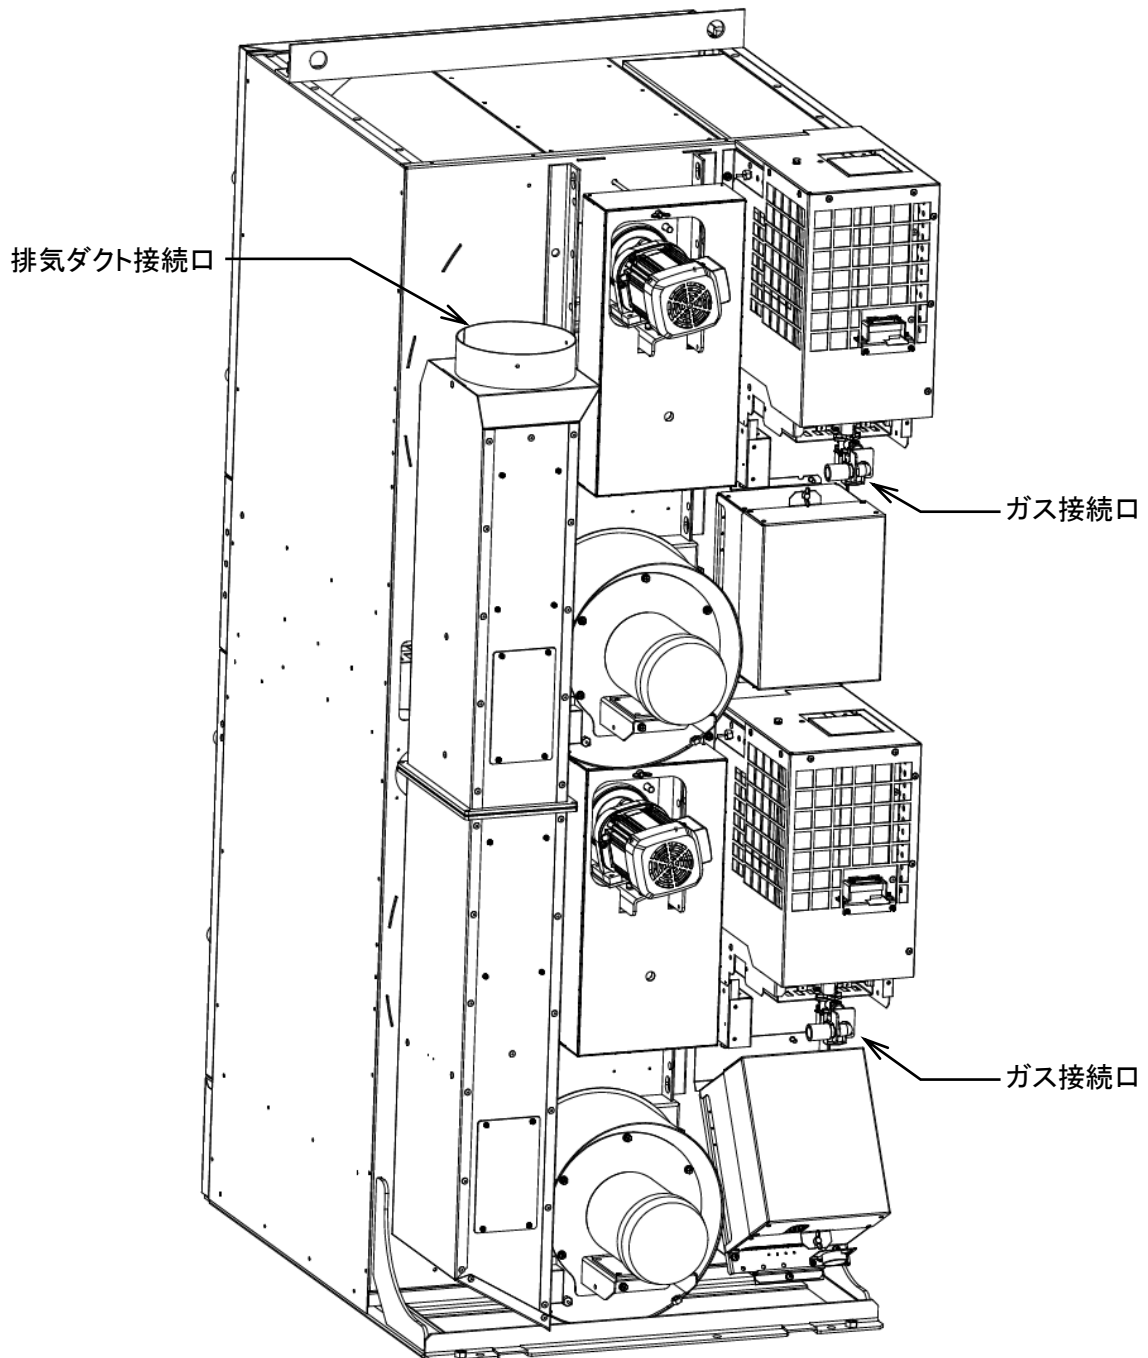

図 5-1
- ・ ガス配管接続口に配管を接続します。(図 5-1)
- ・ 排気ダクト接続口にダクトを接続します。接続口の外形は $\phi 198\text{mm}$ です。(図 5-1)